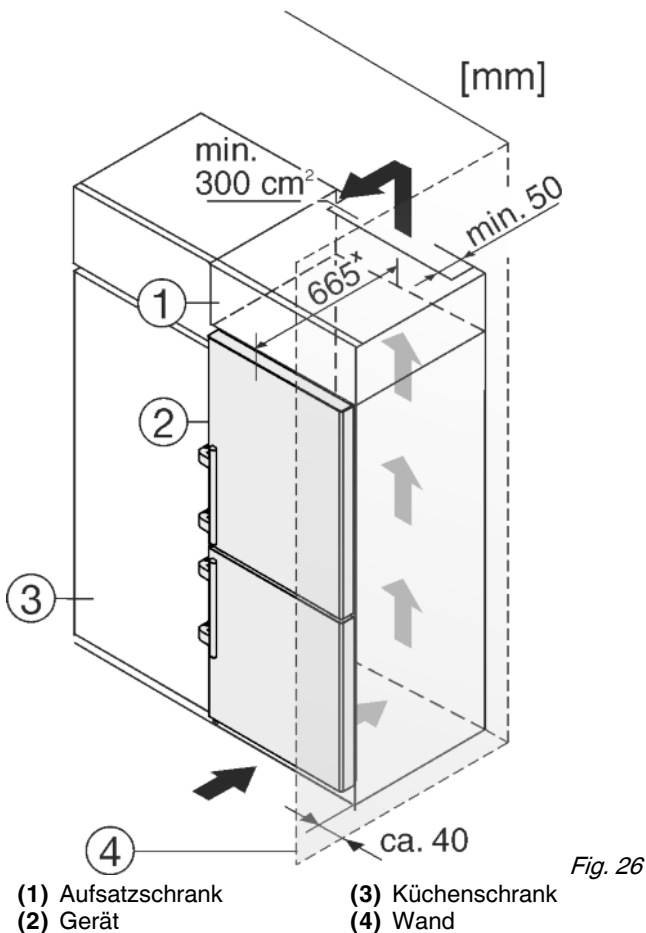

Fig. 26
- (1) Aufsatzschrank
- (2) Gerät
- (3) Küchenschrank
- (4) Wand
Das Gerät kann mit der Kücheneinrichtung umbaut werden. Um das Gerät Fig. 26 (2) der Küchenzeilenhöhe anzugleichen, kann über dem Gerät ein entsprechender Aufsatzschrank Fig. 26 (1) angebracht werden.
Beim Umbau mit Küchenschränken kann das Gerät direkt neben dem Küchenschrank Fig. 26 (3) aufgestellt werden. Um die Tür vollständig öffnen zu können, muss das Gerät mindestens 65 mm* gegenüber der Küchenschrankfront vorstehen. Abhängig von der Tiefe der Küchenschränke und Verwendung von Wandabstandshaltern kann das Gerät weiter herausragen.
Wenn das Gerät mit den Scharnieren neben einer Wand Fig. 26 (4) aufgestellt wird, muss der Abstand zwischen Gerät und Wand mindestens 40 mm betragen. Dies entspricht dem Griffüberstand bei geöffneter Tür.